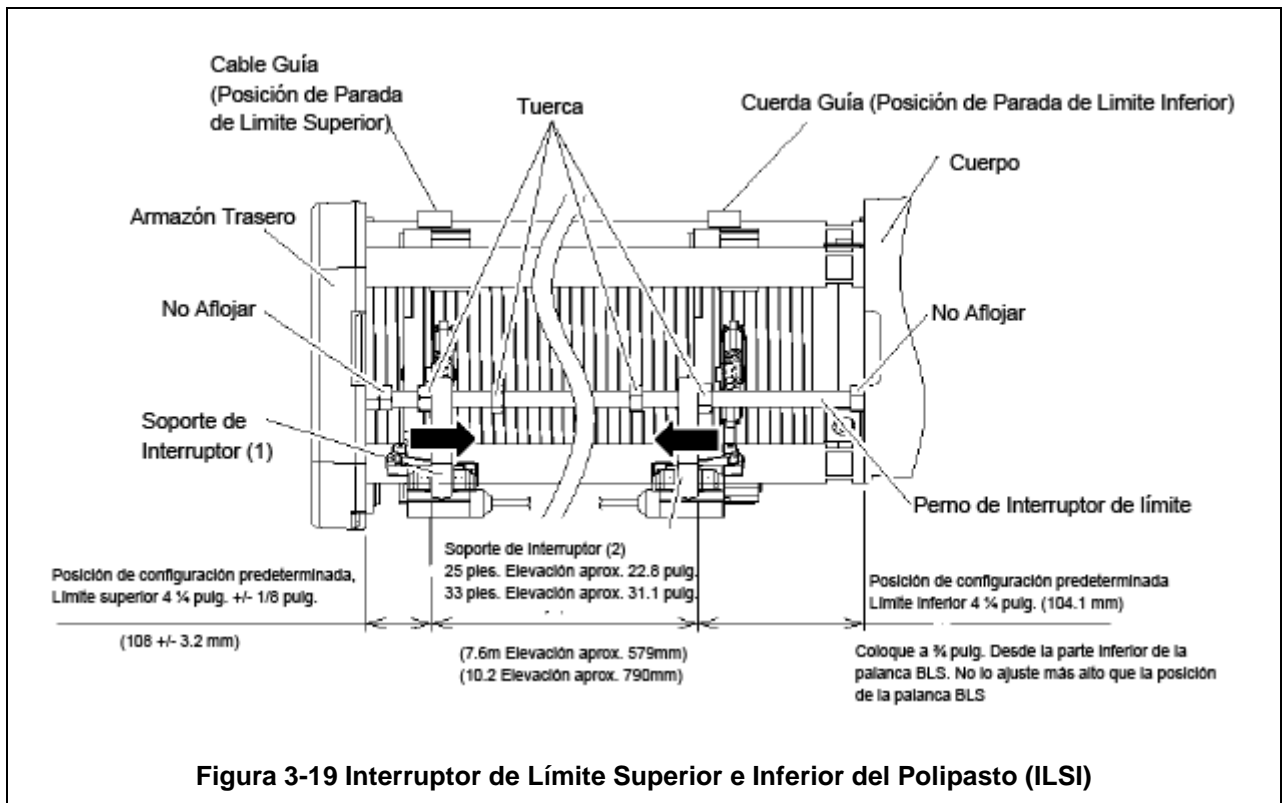

Figura 3-19 Interruptor de Límite Superior e Inferior del Polipasto (ILSI)
- 1) Refiriéndose a la **Figura 3-19**, afloje la tuerca unida al perno del interruptor de límite, y ajuste la posición de los soportes de montaje del interruptor. * Mover los soportes del interruptor en 0.4 pulgadas (10.3 mm) (1 paso del Tambor) mueve la posición de Parada de Límite Superior (o la posición de alto del Límite Inferior) 4 15/16 pulgadas (125 mm) (1 rotación del Tambor).
- 3) Lado Superior: Coloque el soporte de forma que la distancia desde la superficie del extremo del Armazón Trasero y la superficie del extremo a la izquierda del soporte del interruptor (1) no sea inferior a 4.1 pulgadas. (105 mm).
- 4) Lado Inferior: Coloque el soporte de modo que la distancia desde la superficie del extremo del cuerpo y la superficie del extremo a la derecha del soporte del interruptor (2) no sea menor a 4 pulgadas. (105 mm).
- 5) Después de mover los soportes del interruptor (1) y (2), apriete firmemente los soportes de interruptor con tuercas (Esfuerzo de Torsión: 23.6 lb f-ft/32 N•m).